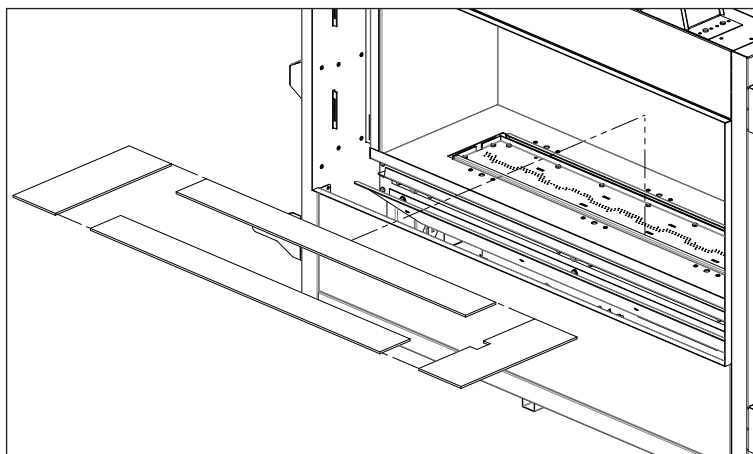

Figure 71: Emplacement de la lunette du brûleur
2. Placez les cadres directement sur la plate-forme du brûleur, comme illustré dans Figure 71. Aucune attache n'est requise.